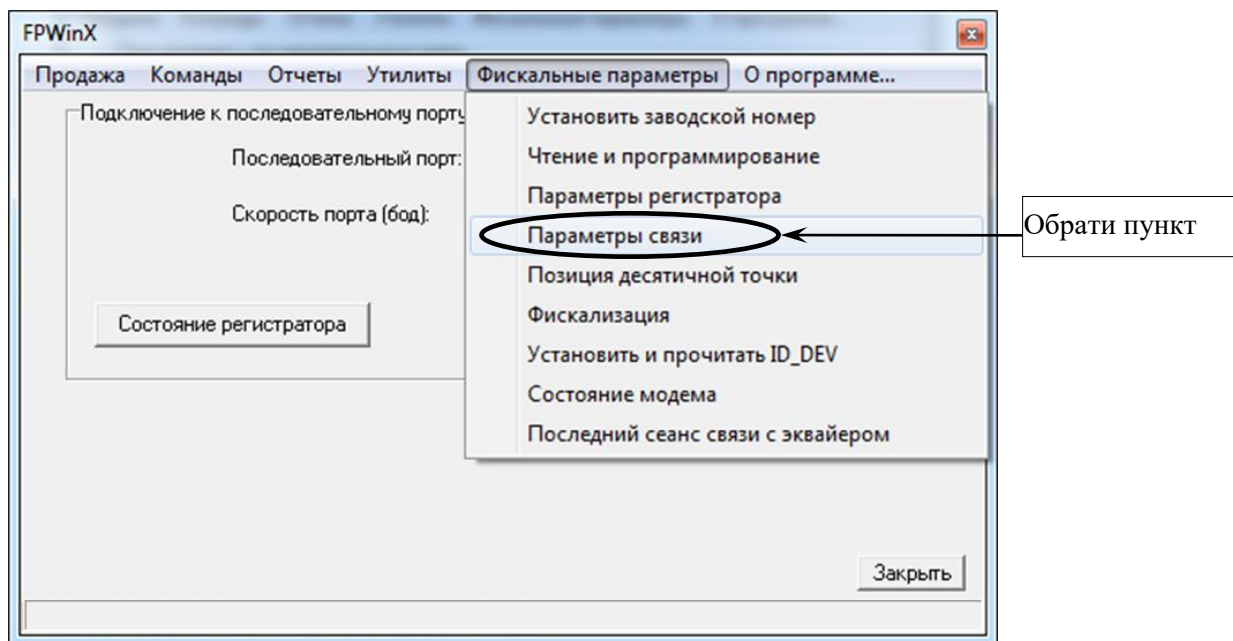

Рисунок 29
6.1.4 У вікні програми обрати закладку «Фискальные параметры», далі у випадаючому меню обрати пункт «Параметры связи» (рисунок 29).